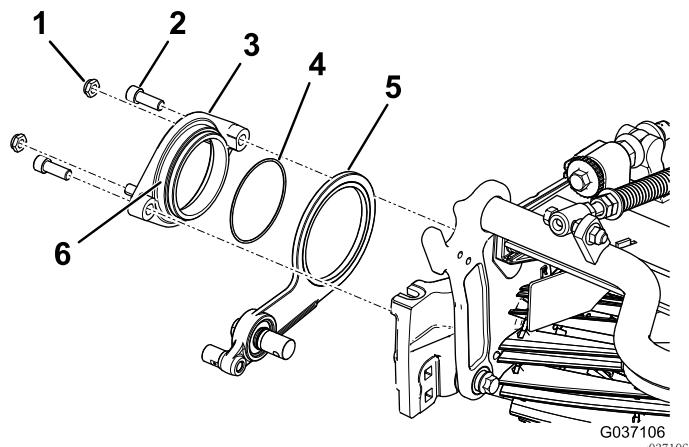

图8
3. 在枢轴轮毂组件外径上涂抹防粘剂（图8）。
4. 用 2 个内六角螺栓将枢轴轮毂固定到滚刀的怠轮总成上（图8）。
5. 将 2 个锁紧螺母松松地安装到枢轴轮毂上（图8）。